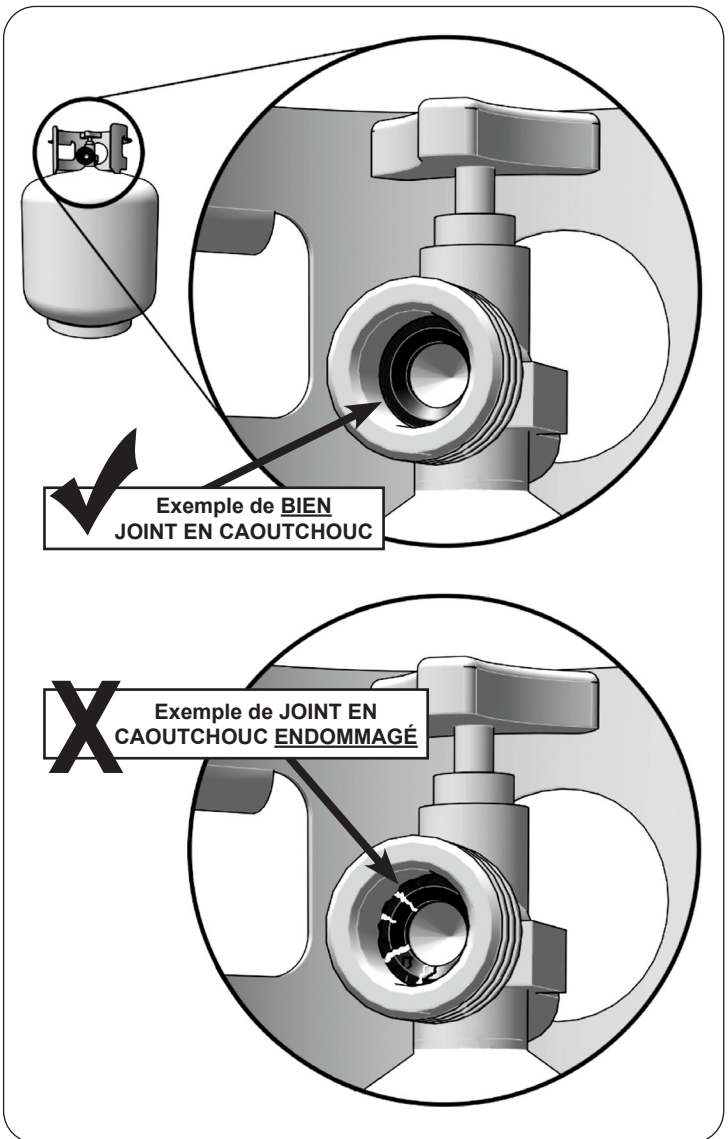

Fig. 10-1 Inspecter le joint en caoutchouc
- d. Connexions CGA 791 sur les bouteilles de GPL :** l'élément d'étanchéité en élastomère de la face de la bouteille de ces appareils peut, au fil du temps, présenter des dommages ou une détérioration marqués et visibles susceptibles de provoquer une fuite même avec la connexion serrée. Une inspection visuelle du joint doit être effectuée chaque fois qu'une bouteille de GPL est remplacée ou remplie. Toute bouteille de GPL présentant des signes de dommages ou de détérioration, tel qu'illustré à la Fig. 10-1, y compris des fissures et des piqûres visibles, doit être remplacée.